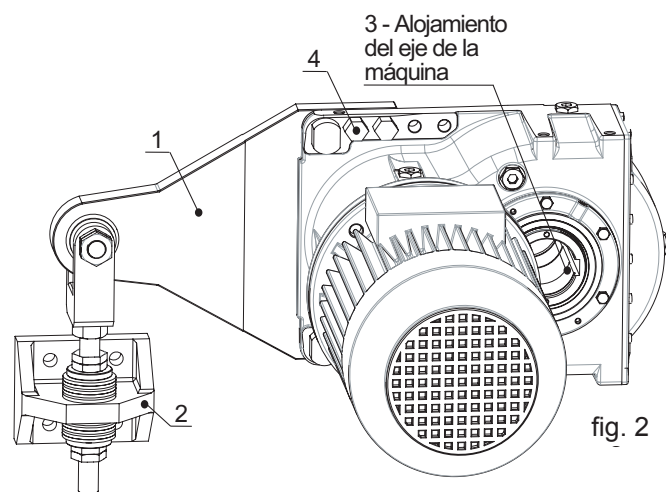

fig. 2
Fijar el brazo de reacción a la estructura de la máquina (pos. 2) y apretar los tornillos de fijación (clase mínima aconsejada 8.8) con el par indicado en la correspondiente tabla del apartado 9.1 (véase fig. 2).